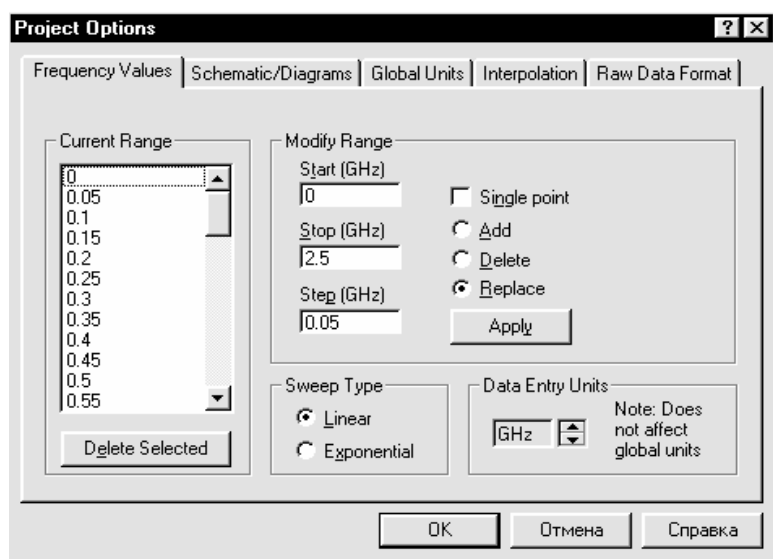

Рис. 3.30
**Frequency Value**, как показано на рис.3.30. Нажмите **Apply**.
3. Установите единицы измерения, как показано на рис. 3.30.